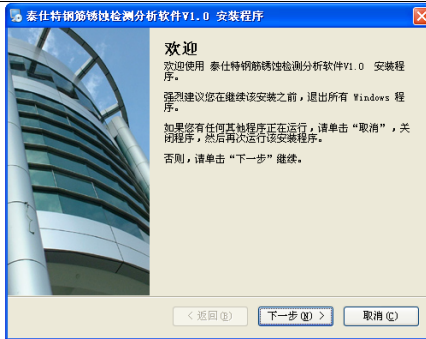
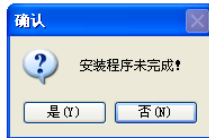
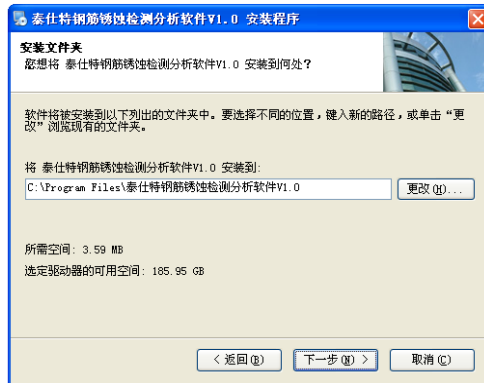

图 4.1
图 4.2
图 4.3
本软件可运行于 Windows/XP/7/8 操作系统, 安装过程与常用的 Windows 软件的安装基本相似。安装步骤如下: 打开安装光盘, 双击泰仕特钢筋锈蚀检测分析软件 V1.0 光盘中的 Setup 图标, 计算机出现如图 4.1 的安装界面。
点击 **下一步** 则进入下一步安装界面；点击 **取消** 则出现退出软件安装界面 (如图 4.2), 点击图 4.2 中的 **继续** 返回图 4.1 的安装界面, 点击 **退出** 则软件退出安装。
1、进入图 4.3 安装界面, 点击 **浏览** 可以更改程序的安装路径, 点击 **下一步** 开始安装, 点击 **上一步** 则返回图 4.1 界面, 点击 **取消** 则返回图 4.2 界面;